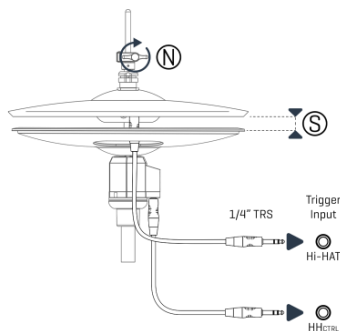

Figure 5
- 1 Soulevez la cymbale supérieure graduellement jusqu'à ce que le support mobile du contrôleur du Charleston (O) cesse d'accompagner le mouvement.
- 2 Dans cette position, serrez le vis papillon du Tilter (N), comme le montre la Figure 5.